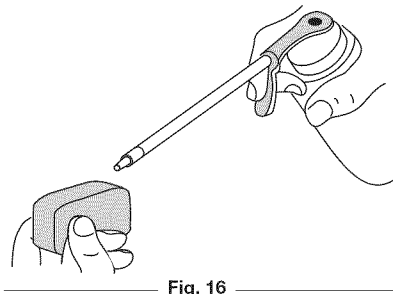

Fig. 16
4. Aplique suficiente aceite limpio de motor SAE 30 para recubrir ligeramente el filtro (Fig. 16).